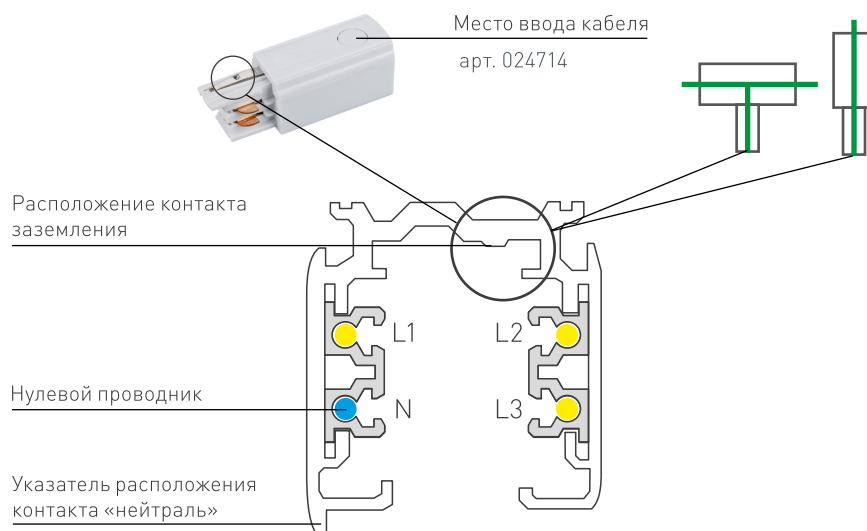

Рисунок 2. Выбор коннектора в зависимости от расположения нулевого контакта на шинопроводе
2. На комплектующих есть соответствующие обозначения контактов, визуально различие заметно по расположению заземляющего контакта (рис. 2).